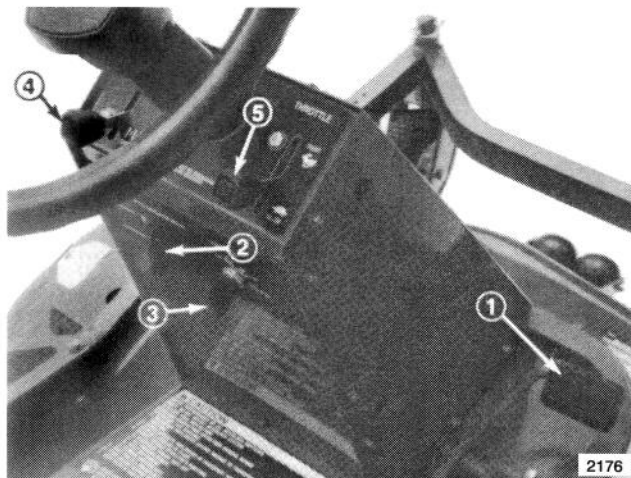

Figure 7
1. Lâcher la pédale de traction pour arrêter le déplacement (Fig. 7).
2. Pour embrayer la prise de force, soulever le couvercle et mettre l'interrupteur de PdF en position MARCHE ("ON") (Fig. 7).
1. La fermeture du couvercle ramène l'interrupteur de PdF en position ARRET ("OFF") (Fig. 7).
1. Pour avancer en marche avant, poser le pied sur la pédale de traction (Fig. 7).
3. Enfoncer progressivement le haut de la pédale de traction pour obtenir le déplacement vers l'avant (Fig. 7).
1. Pour reculer en marche arrière, poser le pied sur la pédale de traction (Fig. 7).
3. Enfoncer progressivement le bas de la pédale de traction pour obtenir le déplacement vers l'arrière (Fig. 7).